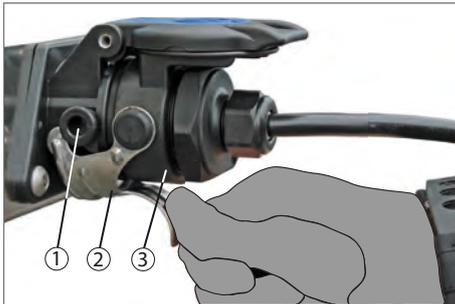

Abb. 11 Stecker sichern
- ▶ Die Stecker nach dem Abkuppeln des Anhängers in die jeweiligen Parkdosen (Abb. 11/3) stecken.
- ▶ Den Bügelverschluss (Abb. 11/2) auf die Verriegelungsnoppen (Abb. 11/1) an der Parkdose anbringen.